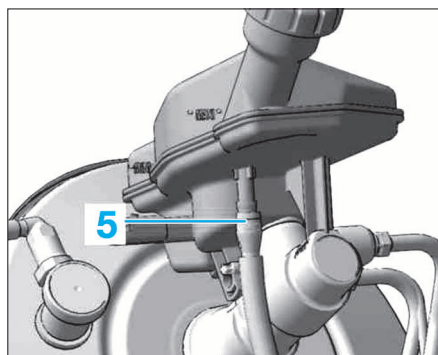

FIG.12
- Déposer la goupille (2) du réservoir (3).
- Déposer le réservoir (3).
- Désaccoupler les tuyaux de freins (4).
- Déposer le tuyau (5) du réservoir (Fig.12).